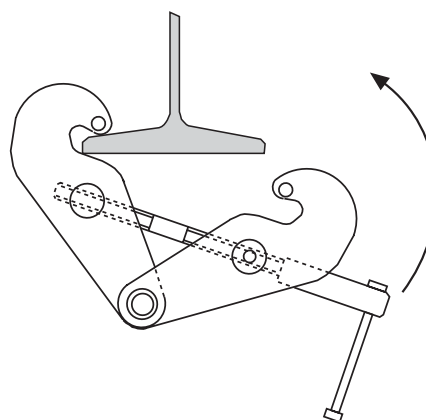

Fig. 4
- Door de spindel van de klem tegen de klok in te draaien gaan de bekken uit elkaar zodat deze over de flens van een balk past (Fig. 4).
- Assicurarsi che i denti della pinza siano aperti abbastanza per poter essere montata sul profilo della trave di sostegno (Fig. 4).